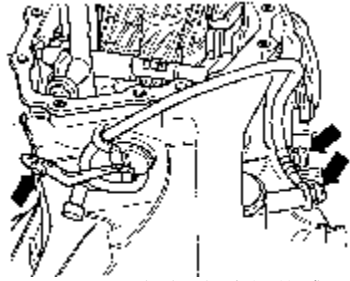

图 9-46 拆卸多功能传感器
(6) 拆卸图 9-46 箭头所示螺栓，并拉出多功能传感器。